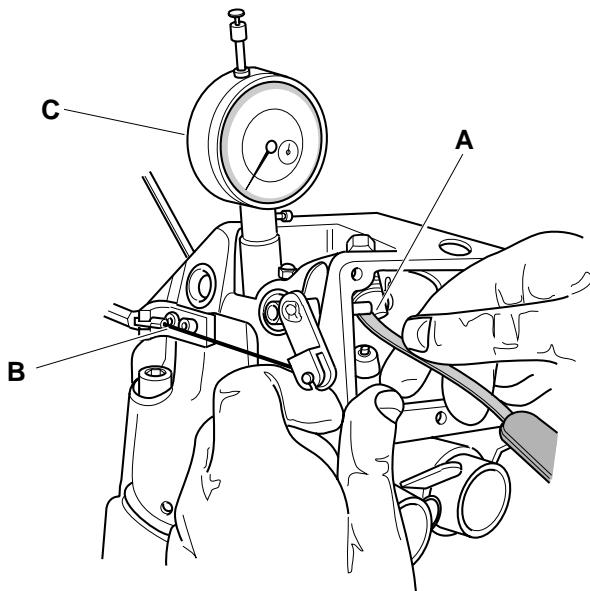

Fig. 47
Enduro/ motocross versions feature an external pump (see figure A) retained to cover at 4 bolts. Check that parts 1, 2, and 3 are installed in sequence as shown in figure 47.
An den Versionen Enduro/ Motocross ist eine außen sitzende Pumpe eingebaut (siehe Abbildung A), die mit vier Schweißpunkten am Deckel befestigt ist Überprüfen, ob die Teile 1, 2 und 3 in der aus Abbildung 47 hervorgehenden Reihenfolge eingebaut sind.
Pour les versions enduro/ motocross une pompe extérieure (comme sur la figure A) est fixée au couvercle par 4 vis. Contrôler que les pièces n° 1, 2, et 3 soient montées en séquence comme sur la figure 47.
- Posizionare il pistone al P.M.S. (punto morto superiore) mediante comparatore "C" (Fig.47):
- In caso necessitasse procedere alla regolazione con il registro a filo "B" (Fig.47).
1. To place the piston on the P. M. S. by means of comparator "C" (Fig. 47):
3. If necessary proceeding to adjustment with the record at thread "B" (Fig. 47).
1. Den Kolben auf den oberen Totpunkt durch Komparator "C" einstellen (Abb.47):
3. Wenn nötig die Einstellung durch Drahtstellelement "B" vornehmen (Abb.47).
1. Positionner le piston sur le point mort haut par comparateur "C" (fig. 47).
3. Si besoin est, régler avec l'élément de réglage à fil "B" (fig.47).